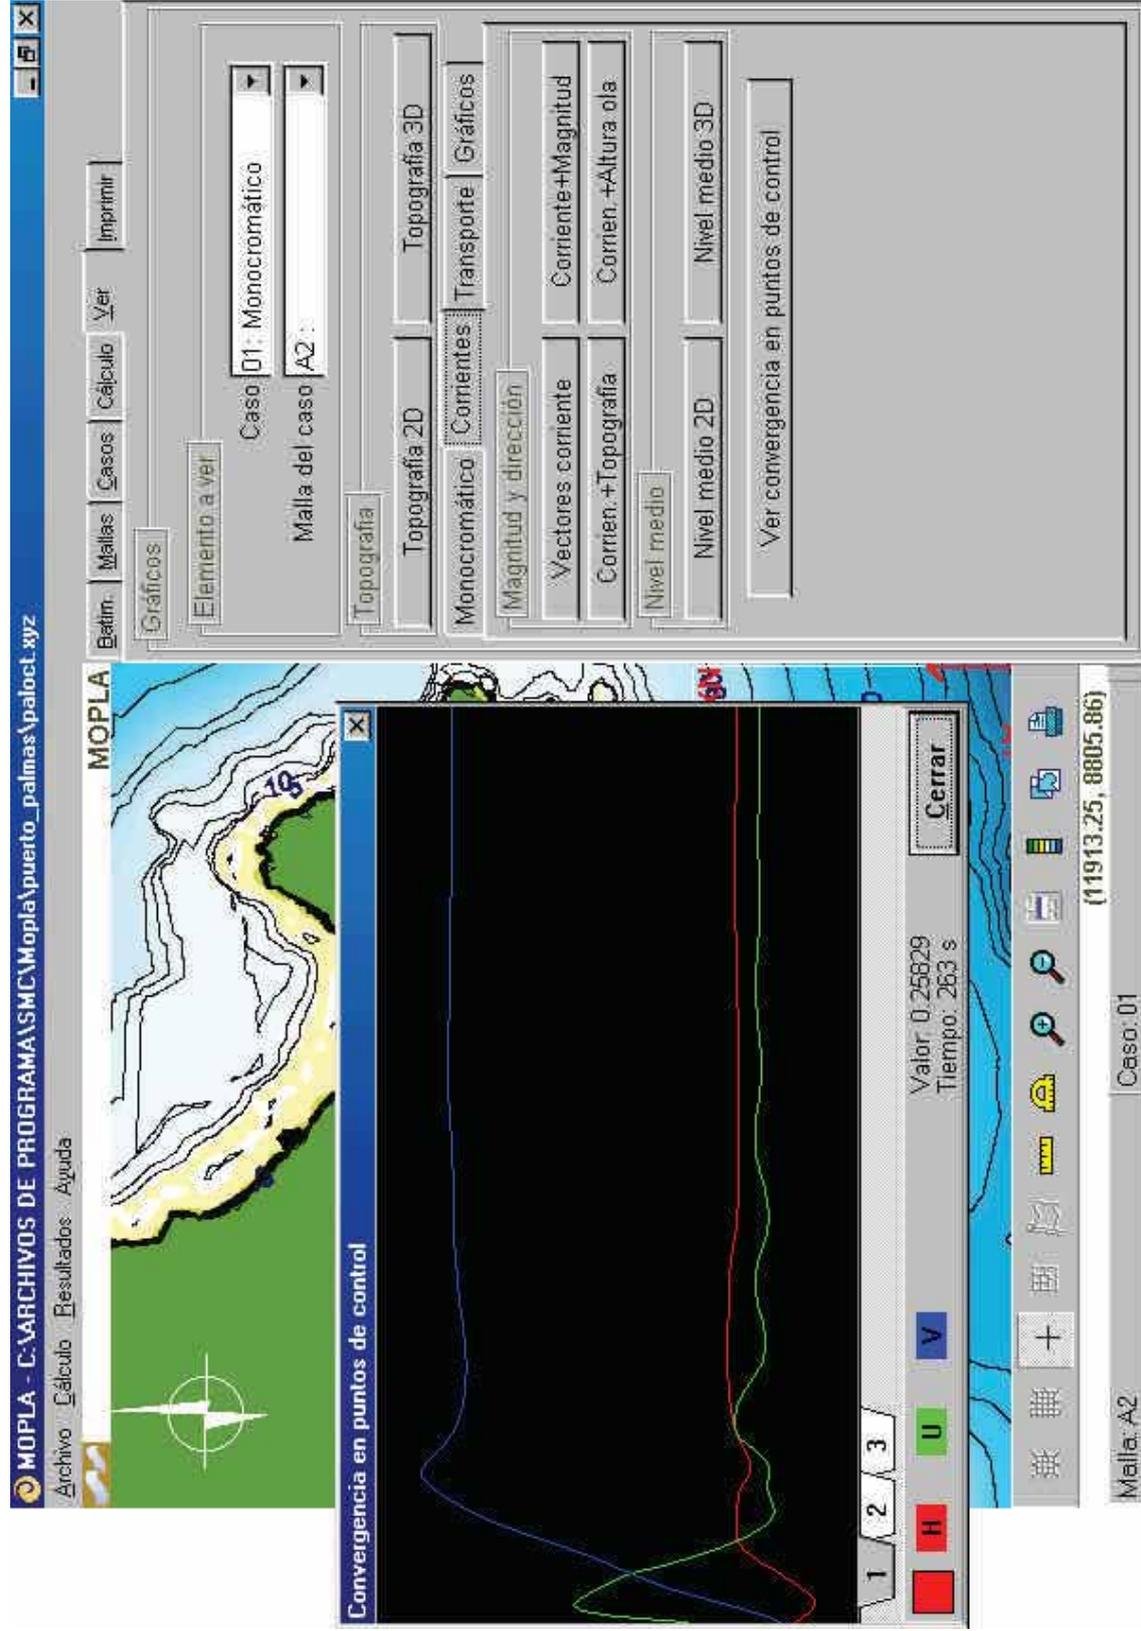

Figura 4.7. Página de Ver, resultados de corrientes en playas
Esta página es la misma para oleajes monocromáticos o espectrales, (ver figura 4.7) los gráficos de resultados que podemos visualizar son:
**Ver convergencia en puntos de control:** Cuando se ha seleccionado una malla la cual tiene asociados unos puntos de control, si se pulsa el botón **convergencia de puntos de control**, aparece una pantalla con la evolución en el tiempo de los parámetros de corrientes: nivel medio del mar (línea roja), la velocidad U en el eje X (línea verde) y la velocidad V en el eje Y (color azul). Estas curvas aparecen para cada uno de los puntos de control en la malla (ver la figura 4.7).